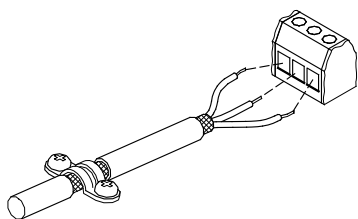

Рис. 25 Пример снятия изоляции кабеля с экраном
- По возможности, оставляйте экран как можно ближе к соединительным клеммам. См. рис. 25.